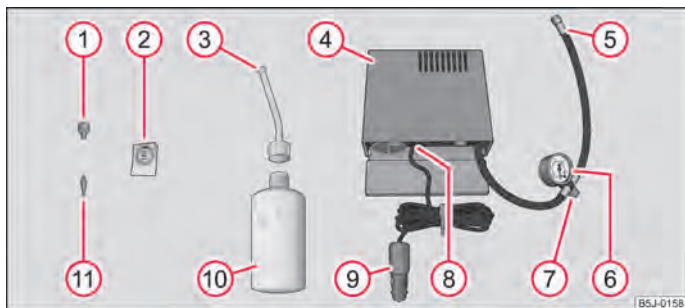

Fig. 146 Componentele setului de depanare a anvelopelor
- Lipiți autocolantul ② ⇒ fig. 146 pe planșa de comenzi în câmpul vizual al șoferului.
- Deșurubați tija ventilului cu ajutorul șurubelniței pentru tija ventilului ① și o așezați pe o suprafață curată.
- Scuturați de câteva ori bine recipientul de umplere a anvelopei ⑩ ⇒ fig. 146.
- Înșurubați bine în sens orar, furtunul de umplere ③ pe recipientul de umflare a anvelopei ⑩. Folia de la gura recipientului se va găuri automat.
- Îndepărtați capacul de la furtunul de umplere ③ și introduceți capătul deschis complet pe ventilul anvelopei.
- Țineți recipientul ⑩ răsturnat și introduceți în anvelopă toată soluția de etanșare din recipient.
- Înșurubați inserția ventilului cu cheia de ventile ① la loc în ventilul anvelopei.
- Înșurubați bine furtunul de presiune ⑤ ⇒ fig. 146 al compresorului de aer pe ventilul anvelopei.
- Verificați dacă este strâns șurubul de aerisire ⑦.
- Introduceți conectorul ⑨ în priza de 12 V.
- Porniți compresorul de aer cu ajutorul comutatorului on/off ⑧.
- Dacă nu s-a putut atinge presiunea aerului de 2,0 - 2,5 bar, deșurubați furtunul de presiune ⑤ de la ventilul roții.
- Înșurubați din nou bine furtunul de presiune al compresorului de aer ⑤ la ventilul anvelopei și reluați procesul de umflare.